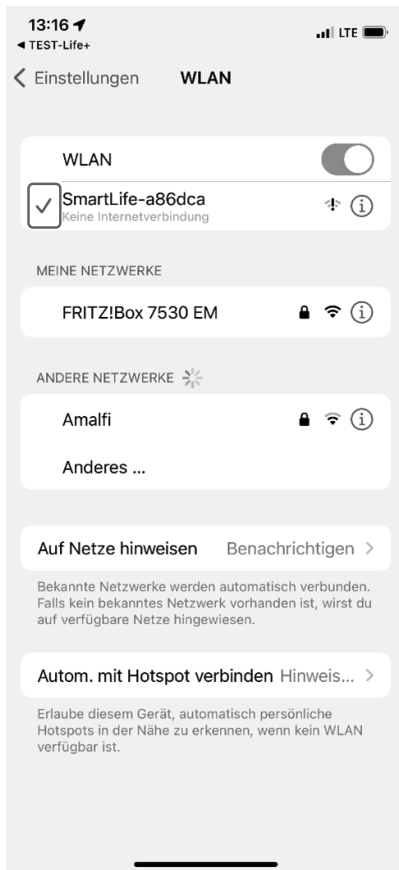

Abb. 10
- Warten Sie, bis die Verbindung aufgebaut ist (in der Regel durch einen Haken neben dem Netzwerknamen gekennzeichnet, **s. Abb. 10**).